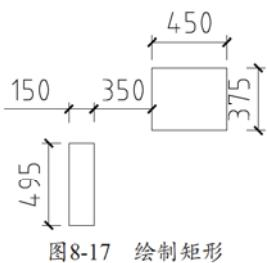

图8-17 绘制矩形
- 01 调用REC【矩形】命令，分别绘制尺寸为 450×375 、 150×495 的矩形，如图8-17所示。